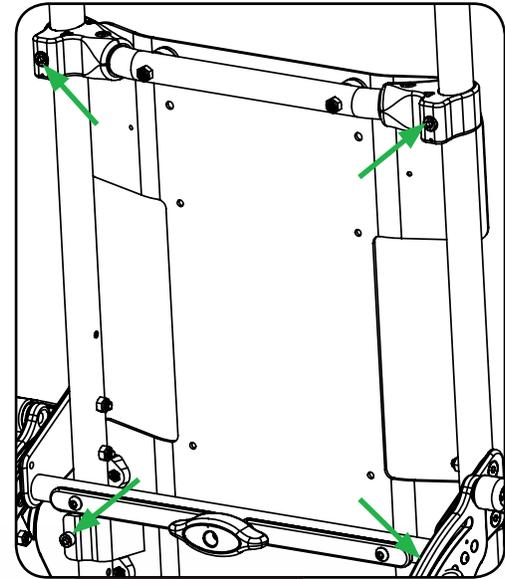

Figure 21
1. Desserrez les boulons (4) aux emplacements indiqués à la figure 21. Clé hexagonale de 5 mm requise